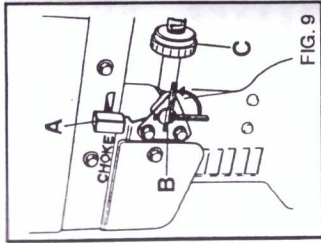

FIG. 9
- 2) Posizionare la leva del rubinetto benzina B in posizione ON aperto (fig. 9).
- 3) Posizionare la leva di avviamento A sulla posizione CHOKE (fig. 9). Se il motore è caldo o c'è una temperatura ambiente elevata, riportare la leva nella posizione originaria appena avviato il motore.
- 2) Posizionare la leva del rubinetto benzina B sulla posizione OFF (fig. 9).